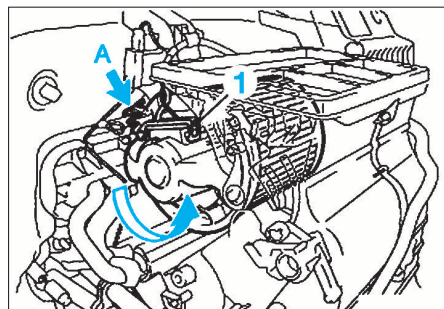

FIG. 16
- Débrancher le connecteur (1) (fig. 16).
- Pousser la partie (A) vers le bas